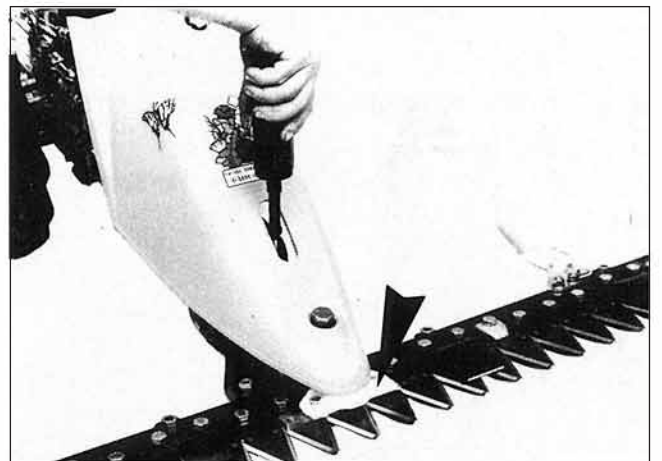

Fig. 8
**Mantenimiento de la barra segadora:** cada 4 horas de trabajo engrase el grupo de movimiento de la cuchilla a través del engrasador (fig. 8).
Para desmontar la cuchilla, quite la conexión de la cuchilla desenroscando los tornillos (fig. 8) y extraiga la cuchilla.